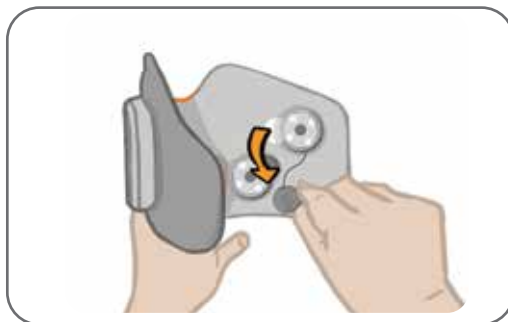

Figure 8-6 : Retrait des bases d'électrodes usagées
3. Déconnectez les pressions des bases d'électrodes des prises. Reportez-vous à la figure 8-6.
4. Retirez les bases d'électrodes usagées de la jambière. Reportez-vous à la figure 8-6.